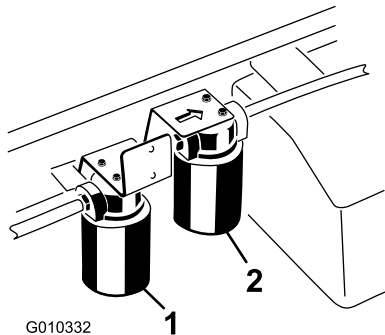

図 72
3. フィルタの下に廃油受けを置いてフィルタを外す 図 72。
1. ハイフローフィルタを取り付けている周辺をウェスできれいにぬぐう 図 72。